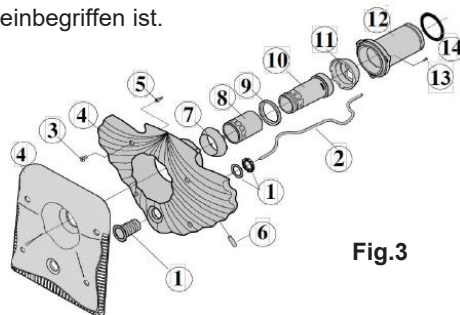
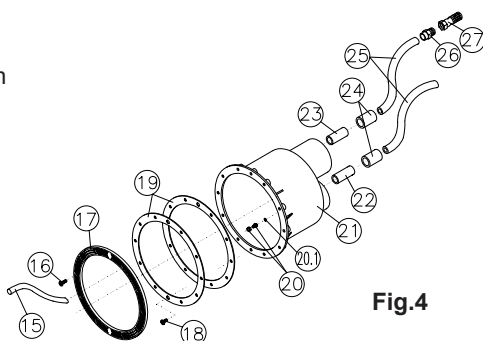

Fig.3
Fig.4
Wir befestigen die Dichtungen (Nr.19, Fig.4) mittels der Schrauben (Nr.18, Fig.4) am Gehäuse (Nr.21, Fig.4), wobei wir darauf achten, daß sich der Liner zwischen den beiden Dichtungen (Nr.19, Fig.4) befindet. Schließlich befestigen wir noch den Ring (Nr.17, Fig.4), indem wir die Schrauben (Nr.16, Fig.4) anziehen.
6.1 Das Gehäuse wird mit den schon eingebauten Rohren Nr.22 und 23 (Fig.4) geliefert; außerdem wird eine der Hülse (Nr.24, Fig.4) im Rohr Nr.22 verleimt geliefert. Sobald wir das Gehäuse gemäß der Anweisungen des Kapitels 2 an der Wand befestigt haben, nehmen wir die Installation der Luft- und Pneumatikleitungen vor.
Diese Leitung besteht aus einer Hülse (Nr.24), einem Schlauch (Nr.25), einem Außengewinde (Nr.26) und einem Fußventil (Nr.27). Alle diese Teile werden montiert geliefert, weshalb wir nur das Ende der Hülse (Nr.24) am schon im Gehäuse installierten Rohr (Nr.23) ankleben müssen. Es ist wichtig, das Luftleitungsrohr an der Wand des Aufstellungsorts zu befestigen und darauf zu achten, daß das Fußventil im obersten Teil liegt, womit wir die Ansaugung von Schmutz vermeiden (siehe Fig. 8, Seite 42). Schließlich installieren wir noch den Schlauch (Nr.15, Fig.4) indem wir ihn mit Druck in die Kanüle einführen, die sich im Inneren des Gehäuses befindet (siehe Fig. 5a-5b, Seite 39).
(Nr.25). Da das Rohr (Nr.22) und die Hülse (Nr.24) schon im Gehäuse installiert sind, müssen wir nur das Rohr (Nr.25) anleimen. Bevor wir das Ende des Rohrs (Nr.25) an der Hülse (Nr.24) befestigen, führen wir das Transparentrohr (Nr.2, Fig.3) durch die Öffnung des Gehäuses ein und befestigen es mittels der dort vorhandenen Zwingen (Nr.20 und 20.1, Fig.4). Nach Durchführung dieser Operation verleimen wir das Rohr (Nr.25) mit der Hülse (Nr.24).
Das Ende des Rohrs (Nr.2, Fig.3) wird nun an den Mikroschalter angeschlossen, der sich auf einer Seite der Hydropneumatiktafel befindet, welche im HIDROJET einbegriffen ist.